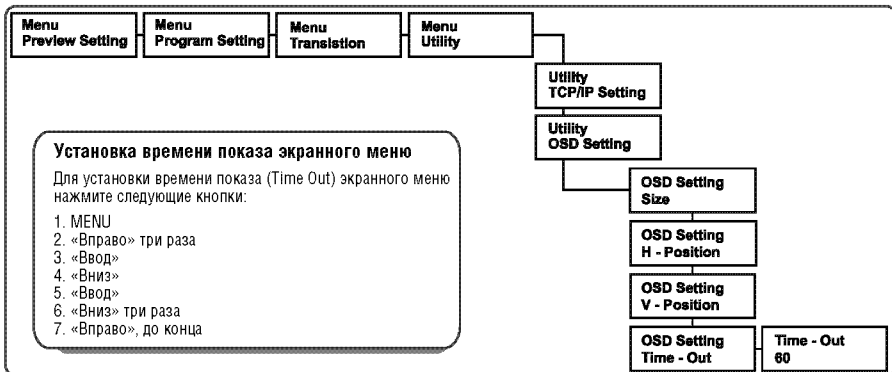

Рис. 18. Пример управления VP-727 с использованием жидкокристаллического дисплея
2. Нажатием соответствующих кнопок управления экранным меню на передней панели прибора установите нужное значение (как показано на рис. 18).